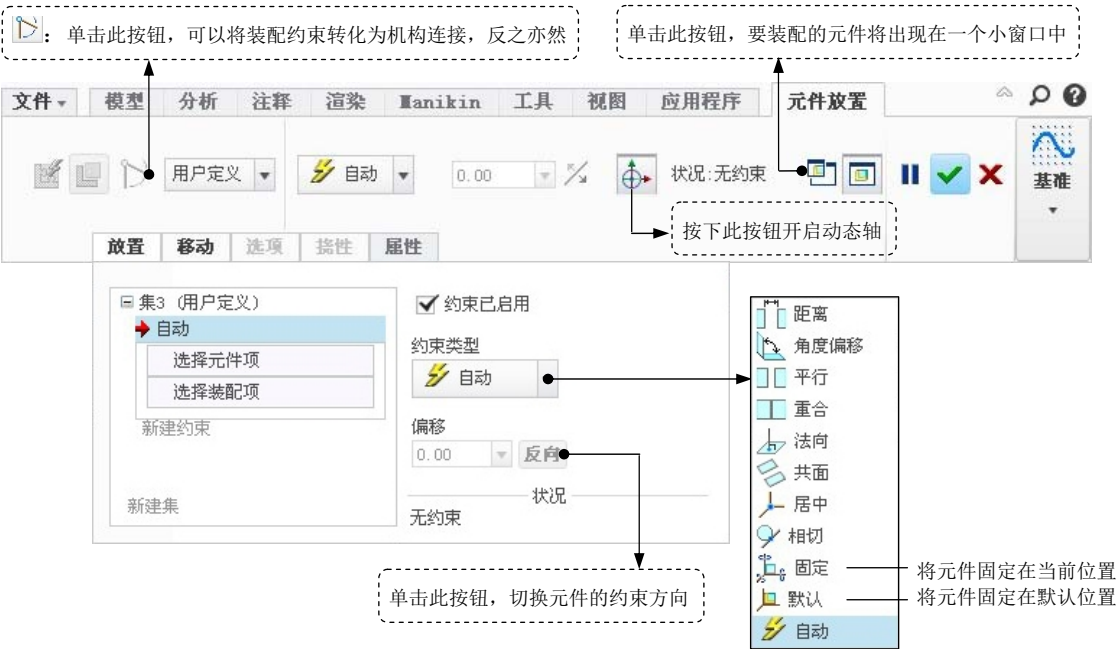
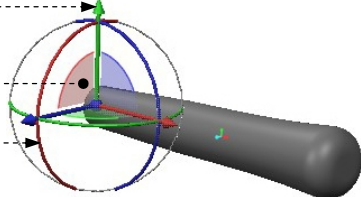
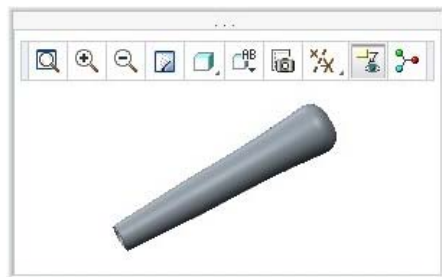

图 7.2.6 元件放置操控板
图 7.2.15 动态轴系统
图 7.2.16 辅助窗口
Step2. 完全约束放置第一个零件。完成上步操作后，系统弹出图 7.2.6 所示的元件放置操控板，在该操控板中单击 **放置** 按钮，在“放置”界面的 **约束类型** 下拉列表中选择 **默认** 选项，将元件按默认放置，此时操控板中显示的信息为 **状况:完全约束**，说明零件已经完全约束放置；单击操控板中的 **✓** 按钮。
按下图 7.2.6 所示的操控板中的  按钮，要约束的元件中会显示图 7.2.15 所示的动态轴系统，拖动动态轴中的元素，即可移动元件。动态轴中的元素默认显示为红、蓝、绿三色，当显示为灰色时，表面元件在此方向上受到约束或不可移动。
在图 7.2.6 所示的元件放置操控板中,单击按钮即可打开一个包含要装配元件的辅助窗口,如图 7.2.16 所示。在此窗口中可单独对要装入的元件(如手柄零件模型)进行缩放(中键滚轮)、旋转(中键)和平移(Shift+中键)。这样就可以将要装配的元件调整到方便选取装配约束参考的位置。
当引入元件到装配体中时,系统将选择“自动”放置,如图 7.2.6 所示。从装配体和元件中选择一对有效参考后,系统将自动选择适合指定参考的约束类型。约束类型的自动选择可省去手动从约束列表中选择约束的操作步骤,从而有效地提高工作效率。但某些情况下,系统自动指定的约束不一定符合设计意图,需要重新进行选取。这里需要说明一下,本书中的例子,都是采用手动选择装配的约束类型,这主要是为了方便讲解,使讲解内容条理清楚。